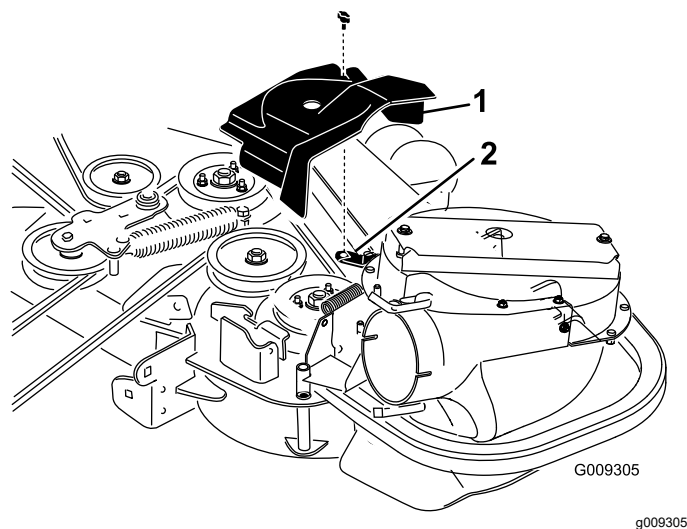
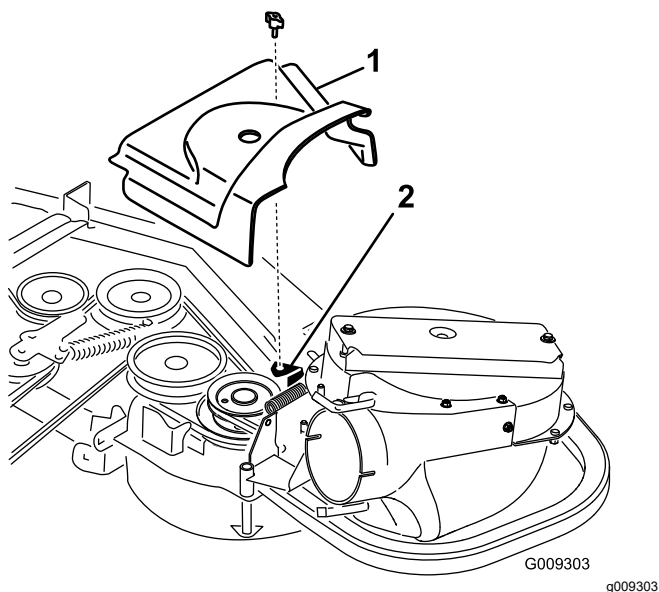

Figura 31
Figura 32
2. Installate il nuovo copricinghia in modo che le tacche sui due lati passino sopra i supporti del copricinghia e fissino il dispositivo di chiusura (Figura 31 o Figura 32).